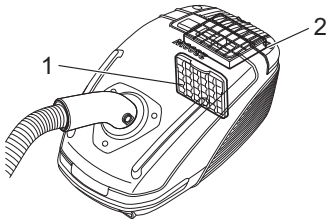

Abb. 23
■ **Motorschutzfilter (Abb. 23/1)** Verhindert bei einem defekten Staubfilterbeutel, dass größere Partikel den Motor zerstören.
■ **Hygiene-Ausblasfilter (Abb. 23/2)** Filtert feinste Partikel aus der ausgeblasenen Luft.